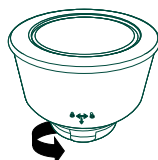
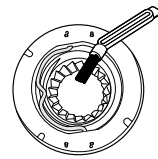

Figura 1
Figura 3
2. Retire el recipiente de granos girando el mismo en sentido antihorario para desbloquear la máquina (figura 1).
7. Coloque la configuración de molido en "Fine" (Fino) (0) y luego configure la máquina en ON (Encendido) presionando el botón Power (Encendido).
12. Vuelva a colocar la muela superior y el recipiente de granos bloqueando estos en su posición, en sentido horario (figura 3).